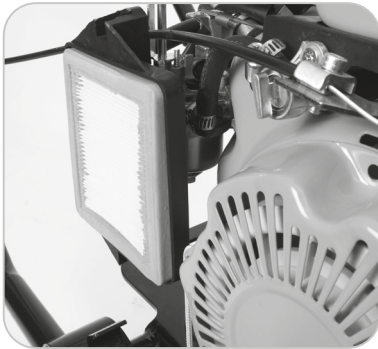

Fig. 17
- Retire de la carcasa el elemento del filtro de aire para su inspección. (Fig. 17) Si el elemento de papel del filtro de aire muestra signos de decoloración fuerte y obstrucción por suciedad, polvo, etc., se debe sustituir.